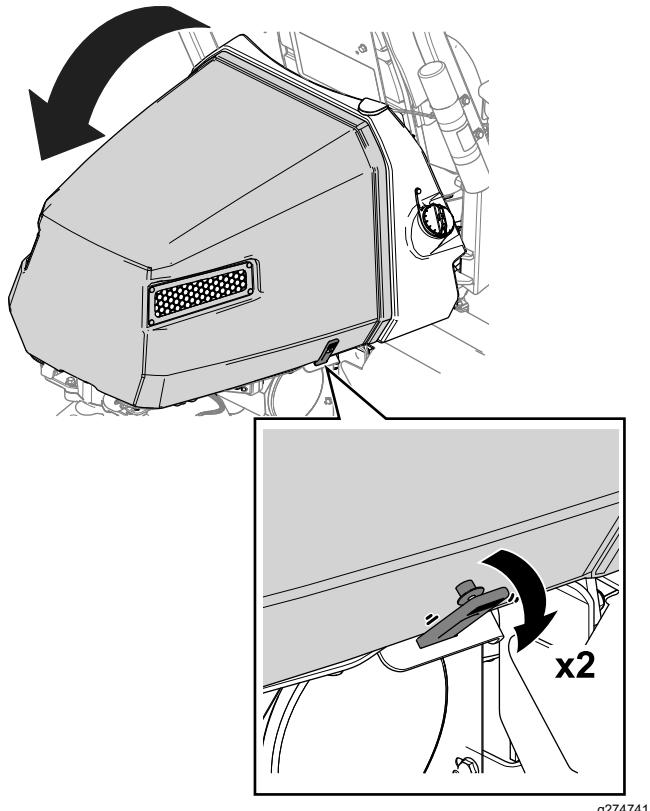

Figure 37
- Détachez les attaches de chaque côté du capot (Figure 37).
- Ouvrez le capot (Figure 37).